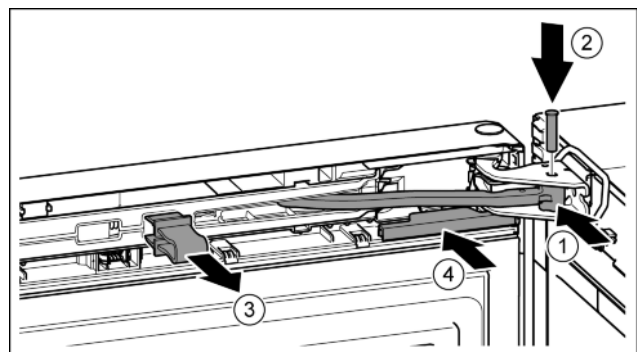

Fig. 48
- ▶ Повернуть шарнир в опорный кронштейн. Fig. 48 (1)
- ▶ Вставить палец в опорный кронштейн и шарнир. При этом следить за тем, чтобы выступ фиксатора занимал правильное положение в пазу. Fig. 48 (2)
- ▶ Снять предохранитель. Fig. 48 (3)
- ▶ Надвинуть крышку. Fig. 48 (4)